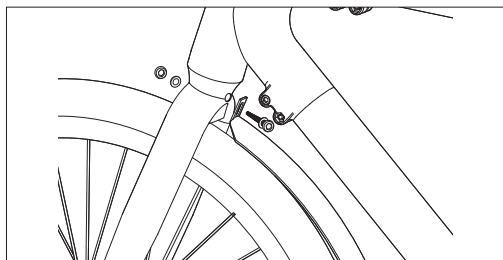

Figura 5-1
- Após alinhar o guarda-lamas com o furo do parafuso, aperte novamente os parafusos de montagem para fixá-lo na forquilha frontal, conforme mostrado na [Figura 5-1].
- Afrouxe os quatro parafusos na tampa ao lado do suporte inferior numa direção anti-horária com uma chave Allen de 3 mm, depois remova os parafusos e a tampa, conforme mostrado na (Figura 5-1).